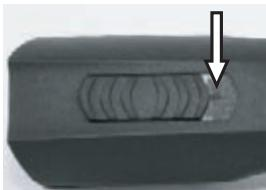

Fig. 4 Kontakt i
1. Kontroller klipperens kontakter (1) og batteriet (2) for fremmedlegemer og forurening.
2. Kontroller, at kontakten på klipperen er i OFF-position ("0") (fig. 4).
1. Sæt kontakten i position "0" (fig.4).
2. Skub batteri-interlock'en (2) på begge side indad, og træk batteriet (1) ud af klipperen.